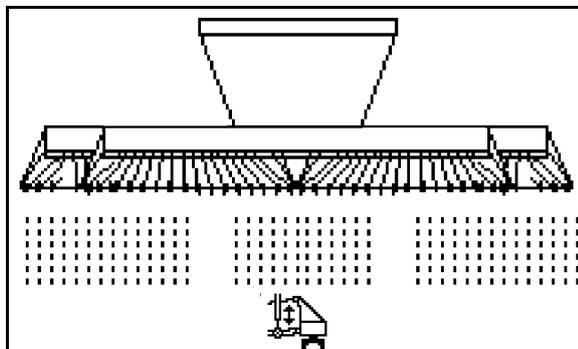

Fig. 55
1. **KG** vorwählen (Fig. 55).